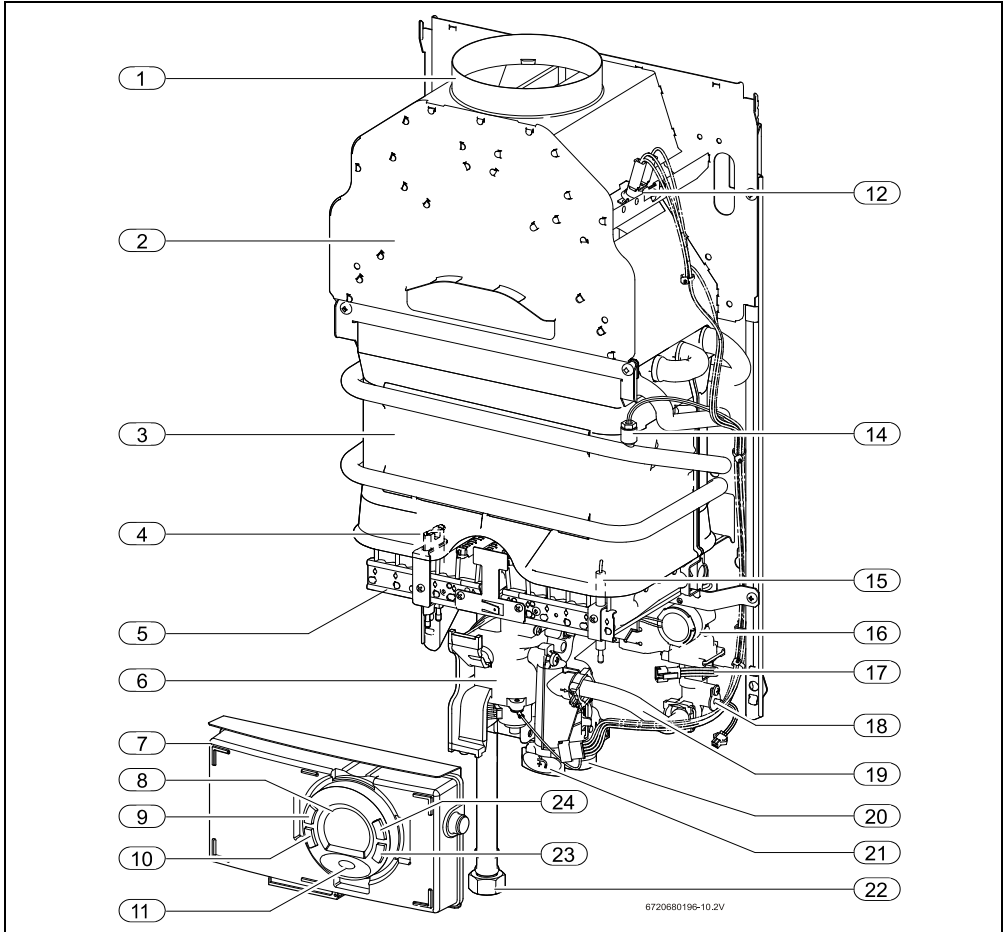

Fig. 2
- ▶ Coloque el interruptor principal (→ Fig. 2, [pos. 9]) en posición de funcionamiento.
Siempre que se abre un grifo de agua caliente, el sensor de caudal de agua (→ Fig. 2, [pos. 17]) envía una señal a la unidad de mando. Esta señal provoca lo siguiente:
- Simultáneamente, empieza la producción de chispas y la llave del gas (→ Fig 2, [pos. 6]) se abre.
- El electrodo de ionización (→ Fig 2, [pos. 15]) supervisa el estado de la llama